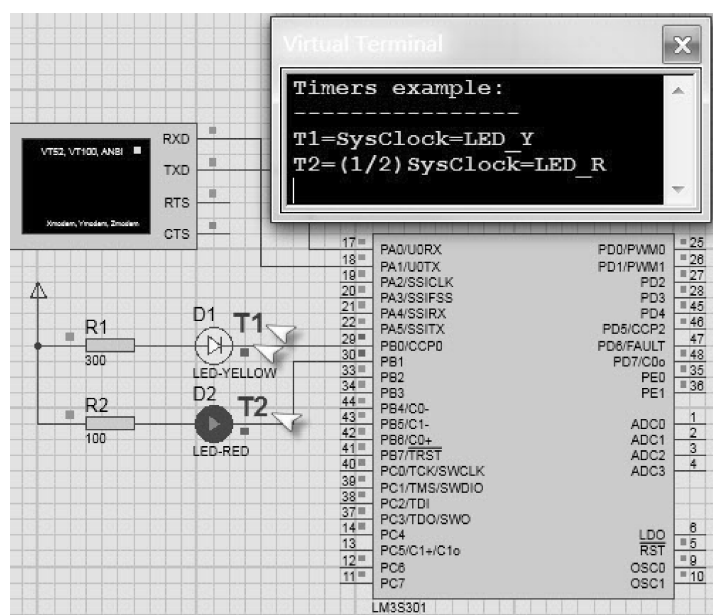

图 11-12 周期定时器程序测试结果
3) 测试结果如图 11-12 所示。
在图 11-12 测试电路中所观察到的现象和在 EK - TM4C123GXL 板卡中的现象一致。